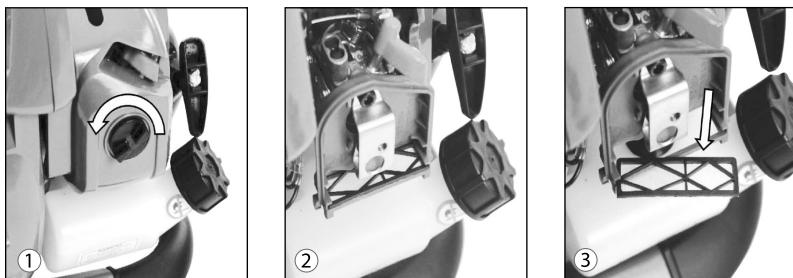

Fig. 8
Înlăturați filtrul de aer (3) (Fig. 8).